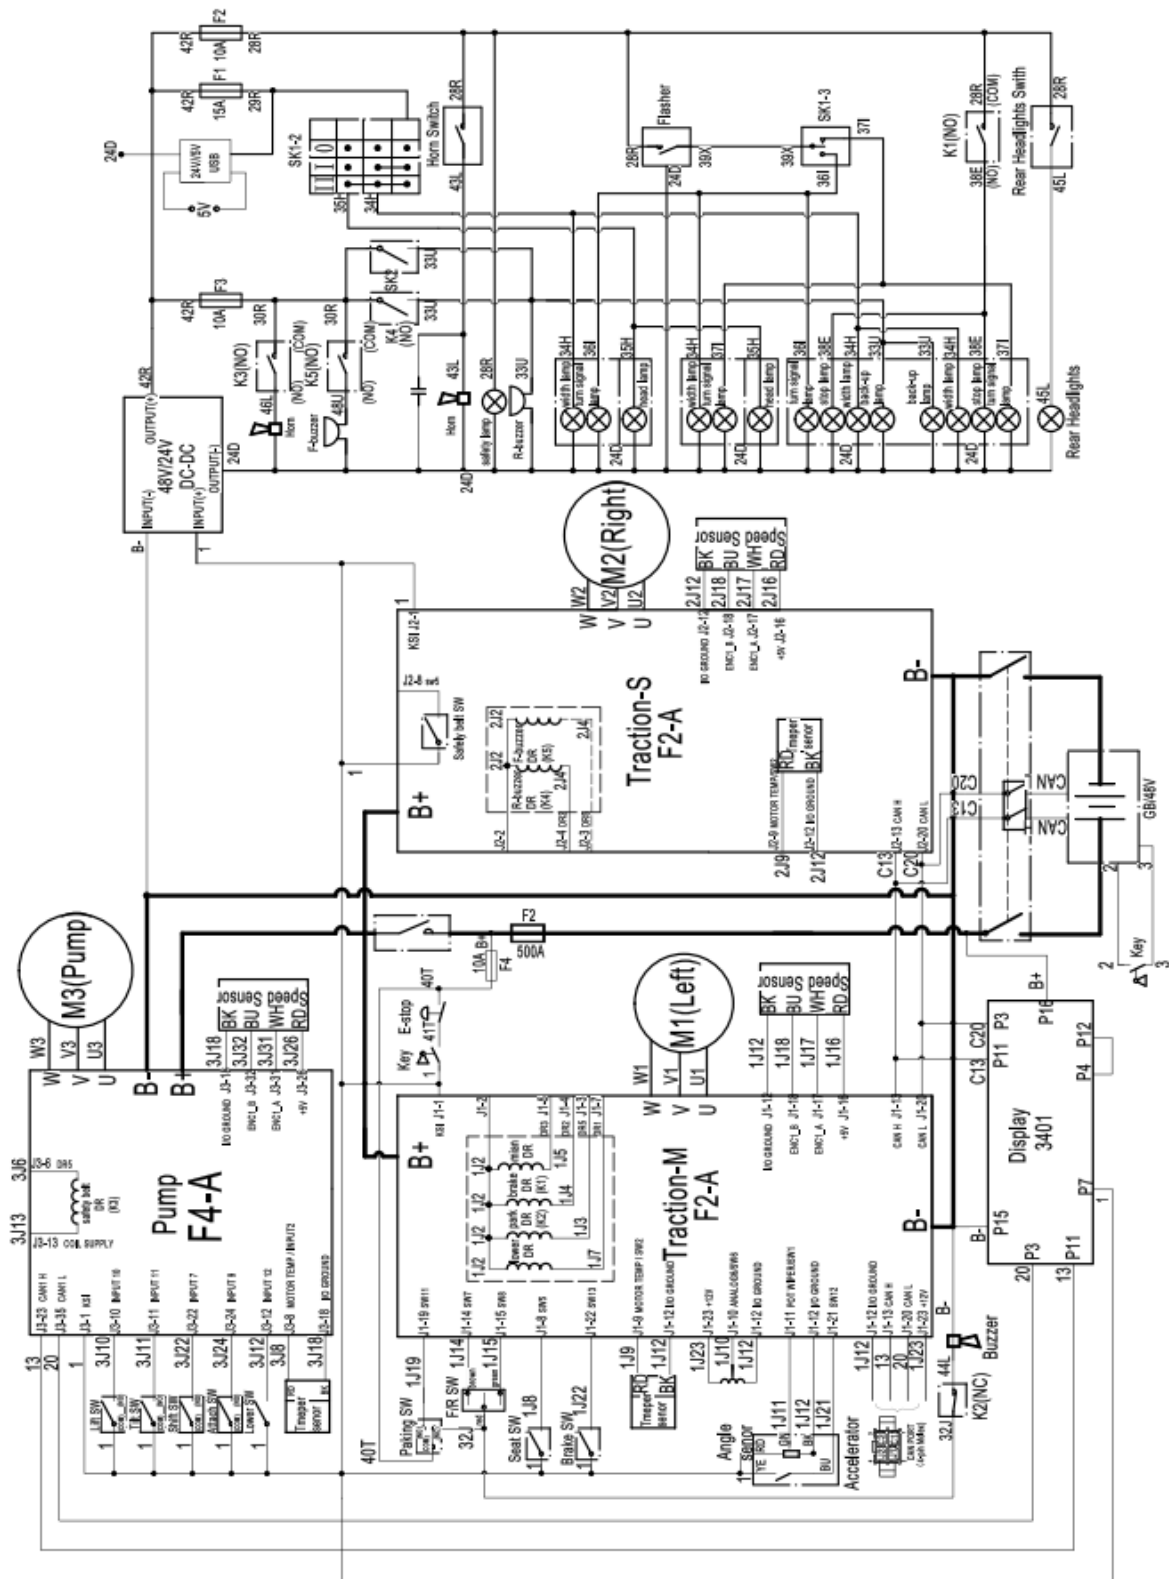

Figura 2-12 Diagrama esquemático eléctrico—Curtis
4.2.1 Diagrama esquemático eléctrico—Curtis (Figura 2-12)